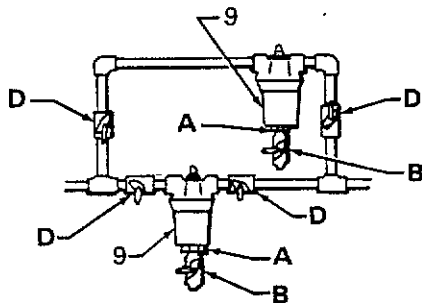

Fig. 1
Installare due filtri come illustrato nella Fig. 1. Entrambi i filtri devono essere dotati di un adattatore (A) e di una valvola di drenaggio (B) posizionate nella coppa del filtro (9) per eliminare la pressione del fluido e per spurgare il filtro prima di smontare la coppa. Installare 4 valvole di arresto idonee (D), una per ciascuna entrata e ciascuna uscita del filtro, in modo tale da deviare il fluido e isolare il filtro non utilizzato.